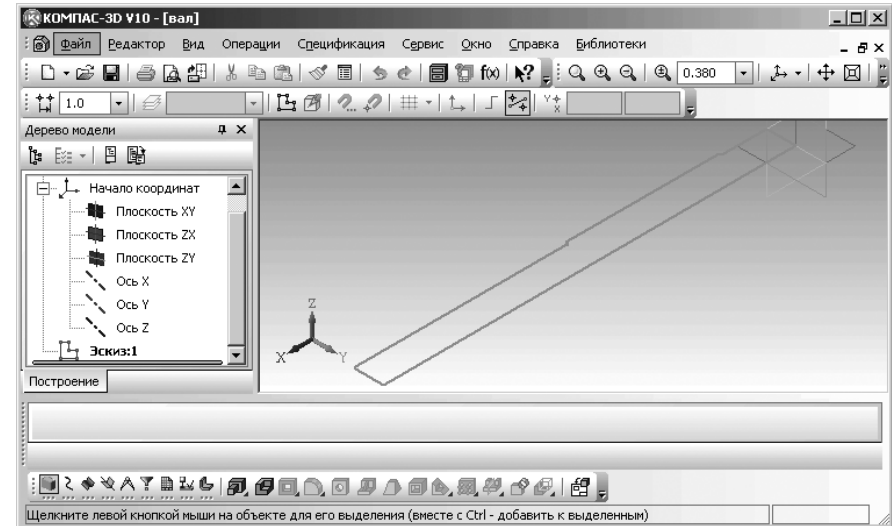

Рис. 2.54. Главное окно системы в режиме построения модели вала
- щелкните по функциональной кнопке **F9** для показа всего эскиза (рис. 2.54).